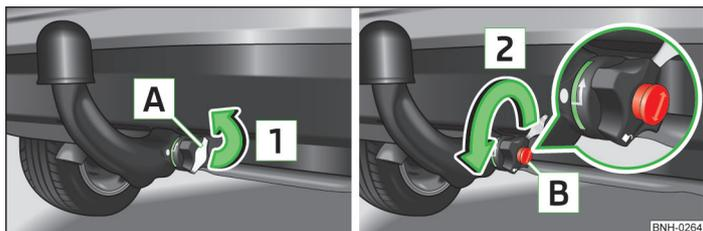

Fig. 110 Quitar la tapa del cierre / desbloquear el cierre
- Extraer la tapa **A** del cierre del volante en el sentido de la flecha **1** » fig. 110.